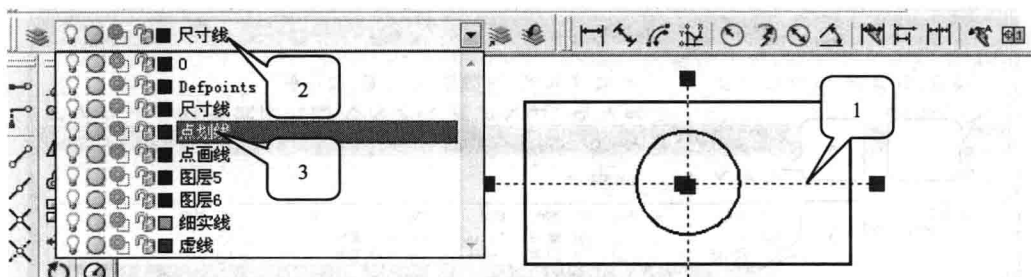

图 1-7 用图层改变图线
(2) 绘图后改变图层。在图线画完后,通过改变图线的图层改变图线,如图 1-7 所示,操作方法如下。
① “命令提示”窗口显示“命令:”,即没有选择命令,用鼠标拾取要改变的图线(可以多条),该图线“变虚”,同时图线中有“亮点”出现。
② 用鼠标左键单击“图层”工具栏的窗口,选定需要的图层,按键盘上的“空格”键结束,即完成图线的修改。